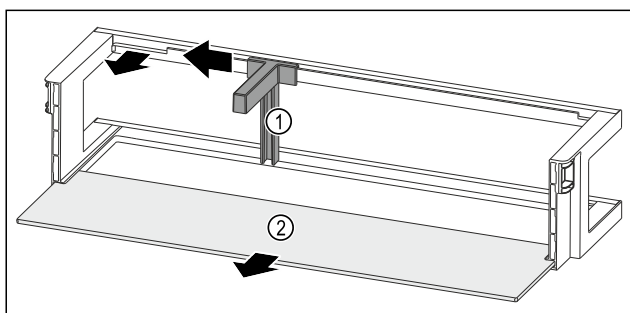

Fig. 276 Türabsteller mit Flaschenhalter und Abstellfläche
- Flaschenhalter Fig. 276 (1) bis zur Aussparung zur Seite schieben.
- Flaschenhalter Fig. 276 (1) entnehmen.
- Abstellfläche Fig. 276 (2) entnehmen.